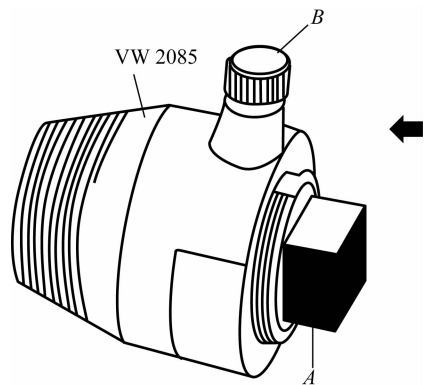

图 2-9 油封取出器
(2)将油封取出器 VW2085 内件(见图 2-9)从外件中旋出 2 圈(约 2 mm),并用滚花螺钉(见图 2-9)锁紧。